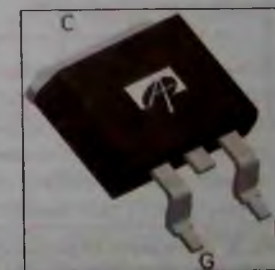

Рис. 3. Корпус TO-263 (DPAK)
- ♦ AOB10B60D, AOB15B60D, AOB5B60D (спецификации 2013 г.) — приборы выполнены в корпусах TO-263 (D PAK, внешний вид показан на рис. 3) по технологии AlphaIGBT™ и обеспечивают высокую производитель-